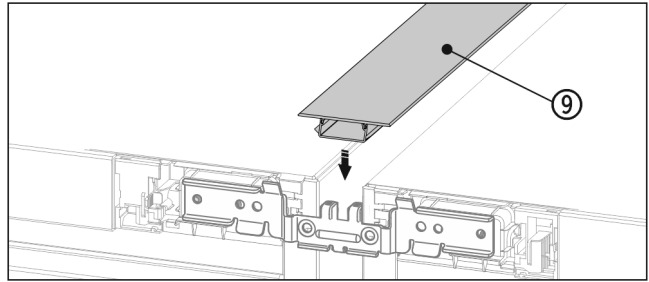

Fig. 21 \*
- Nyomja a felső oldalon a rövid fedőlécet Fig. 21 (9) a nyílásba.\*